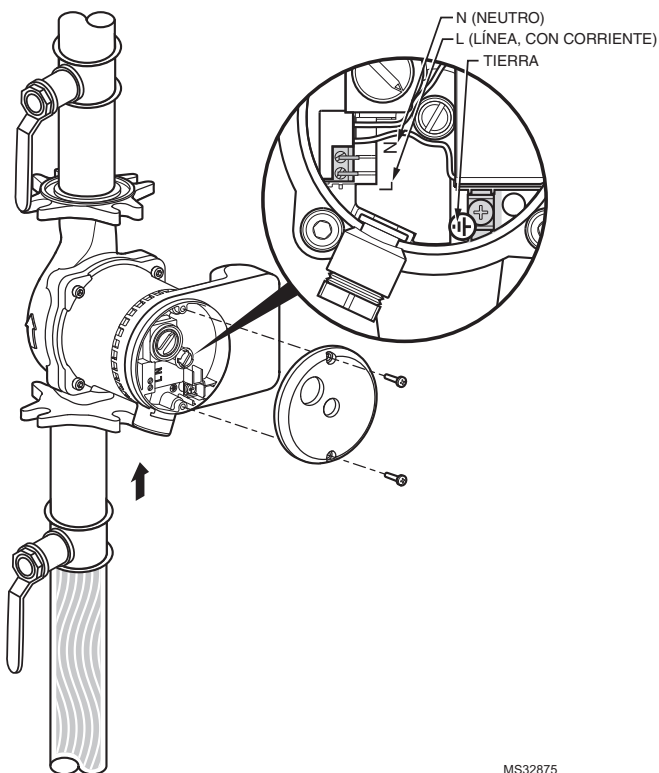

Fig. 8. Cableado de la bomba del circulador.
- Conecte el cable de conexión a tierra al tornillo de conexión a tierra que se encuentra dentro de la caja. (Consulte la Fig. 8).